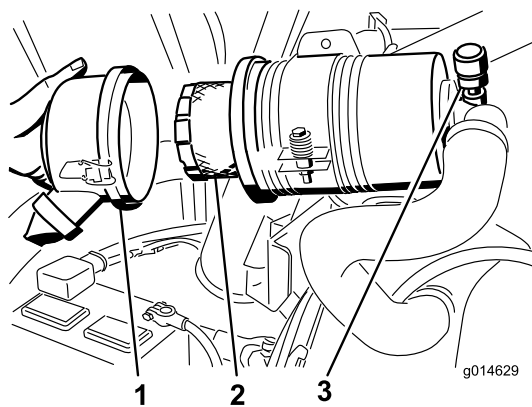

Bild 50
3. Nehmen Sie den Filter heraus und wechseln Sie ihn (Bild 50).